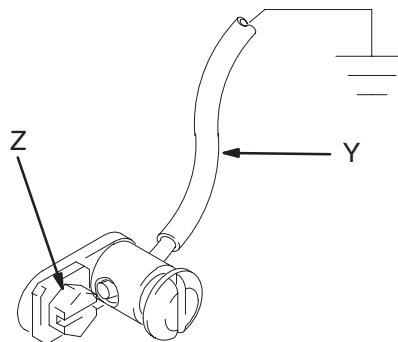

Fig. 2
Pour mettre la pompe à la terre, prendre un fil de terre et une pince comme indiqué ci-dessous. Retirer la vis de terre (Z) et l'introduire dans l'œillet de la cosse circulaire à l'extrémité du fil de terre (Y). Serrer la vis de terre sur la pompe et bien serrer. Brancher l'autre extrémité du fil de terre sur une véritable terre. Voir Fig. 2. *Pour passer commande d'un fil et d'une pince de terre, indiquer la référence 222011.*